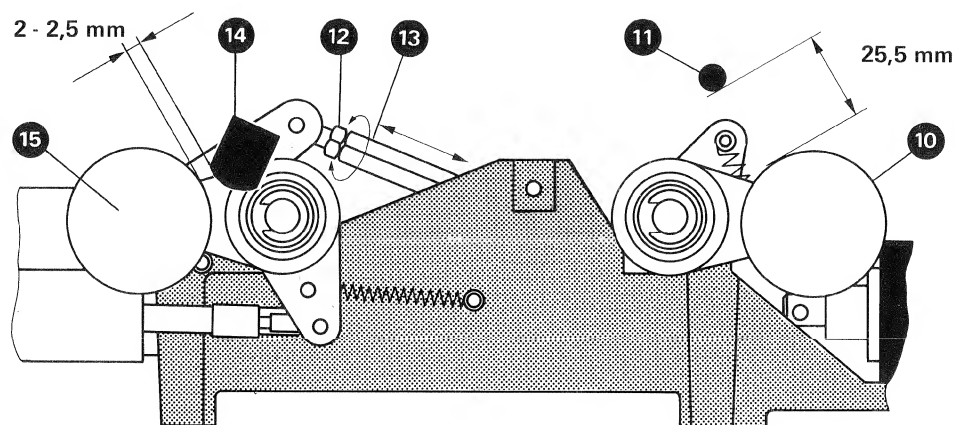

Fig. 2.4.—5
1. Loosen the screws holding the EDIT solenoid (1) and slide it as far as it will go the left. Tighten the screws again temporarily.
2. In the STOP position the distance between the pinch-roller (10) and the capstan spindle (11) should be 25,5 mm (+0,1/-0,1) or 1" (+ 0,02"/-0). To adjust, loosen lock nut (12) and turn the connecting rod (13). Tightening the lock nut again, and check that the rollers (9) and (10) still swivel freely (fig. 2.4.-5).
4. An der Andruck-Rollenachse Federwaage (0...2,5kg) einhängen (Fig. 2.4.—6). Taste PLAY drücken und Andruckkraft (4) messen; sie soll im Moment des Abhebens der Andruckrolle von der Kapstanwelle 1,2...1,5kp betragen. Eine Justierung erfolgt an der Sechskantmutter (5) am Andruckarm.
- Kontrolle: Der Abstand Löschkopf (14) — Bandführungsrolle (15) muss 2...2,5mm betragen. Der Abstand kann durch Verdrehen des Kuppelungsstänges (13) eingestellt werden.
5. Kontrolle, Micro-Switch (Andruckmagnet): Taste PLAY drücken. Kontrollieren, ob der EDIT-Magnet (1) in Ruhelage ist (Magnetanker muss frei spielen). Ist dies nicht der Fall, muss die Funktion, bzw. die Justierung des Micro-Switches (7) (S—ACCEL) auf dem Andruck-Magneten kontrolliert werden. Dieser Micro-Switch soll kurz vor dem Anschlag des Andruck-Magnetankers den EDIT-Magneten abschalten. Zum Justieren sind die zwei Befestigungsschrauben des Micro-Switches zu lösen.